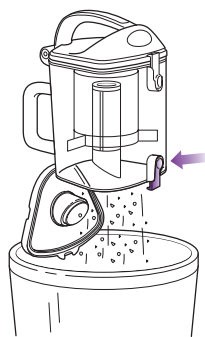

Fig. 19
- 2 Tenir le récipient à poussière au-dessus d'une poubelle et presser le bouton de dégainement de la porte du fond. (Fig. 19) Tapez doucement pour le vider. Refermez la porte en appuyant jusqu'à ce que vous entendiez un déclic.